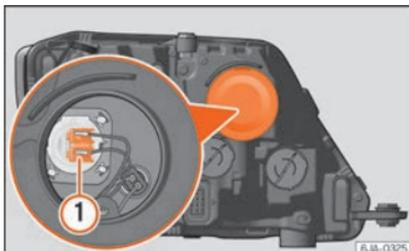

Fig. 91 Sostituzione della lampadina degli abbaglianti.
- Estrarre il connettore »»» **fig. 91** ① tirando verso l'esterno.